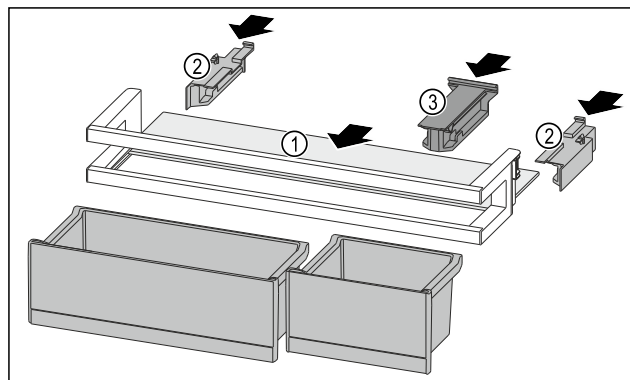

Fig. 100
- ▶ Skub hylden Fig. 100 (1) ind i udsparringerne i siden.
- ▶ Indsæt sidesektionerne Fig. 100 (2).
- ▶ Indsæt holdesektionen Fig. 100 (3).